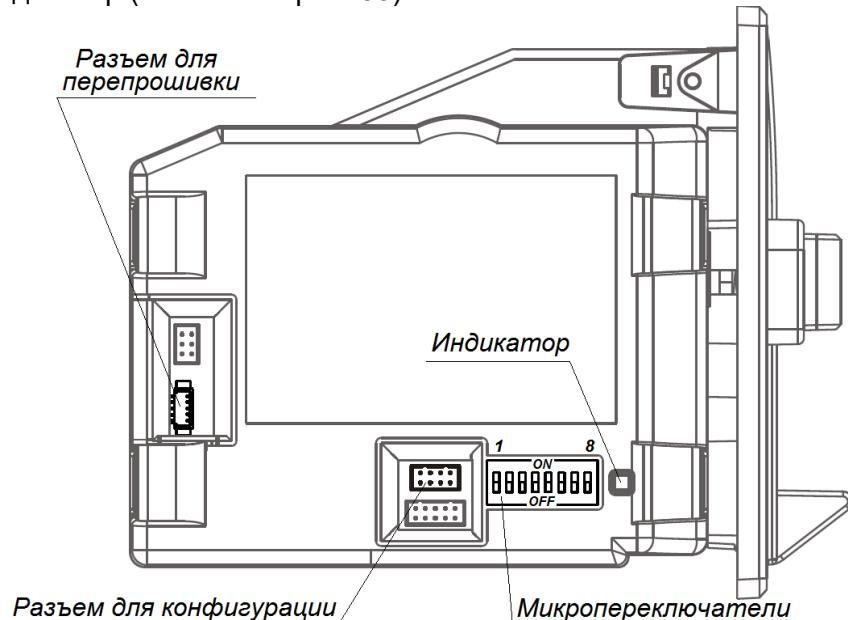

Рисунок 34. Расположение разъемов
- На ПК установите и запустите приложение для настройки параметров картоприемника ***«UCAx Tools»***. Внешний вид окна приложения показан на рис. 34, связь с монетоприемником устанавливается автоматически сразу после запуска приложения.
- нажмите кнопку **Read current version from UCA1**, в строке **Status** будет показана текущая версия ПО – например, *UCA2S3801/0010(5198)* (см. рис. 34);
- в таблице в столбцах **Value of Coin**, **Disable**, **Sorter**, **Dipsw** установите для каналов монетоприемника (от 1-го до 8-го) номиналы монет и соответствующие им параметры, как показано на рис. 34.
5. В поле **Value of Pulse** введите сумму, которую необходимо внести пользователю для прохода (на рис. 34 показан пример суммы в 10 рублей).